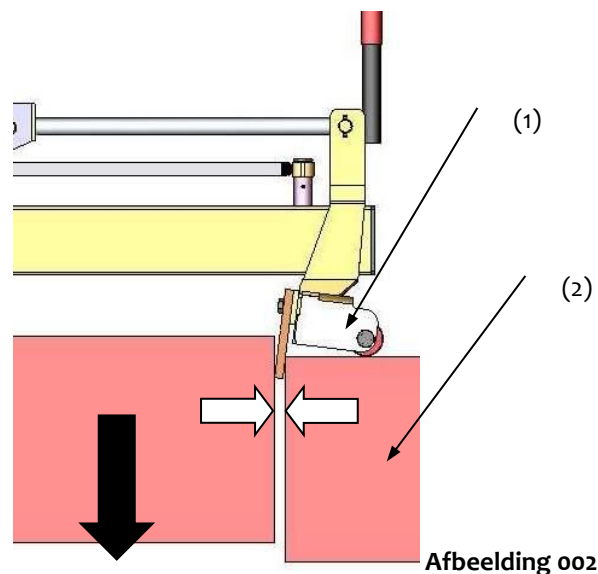

Afbeelding 001
- Installeer de neerzetrol (1) zoals weergegeven in Afb. 001.
- Plaats het apparaat (VZ-HS) met de gegrepen stoeprand (2) dicht bij de reeds gelegde stoeprand (2) en plaats de neergezette rol (1) erop.
- Als het apparaat (VZ-HS) wordt geopend, glijdt de stoeprand naar beneden en ligt deze naadloos in de reeds aangelegde stoeprand (2).